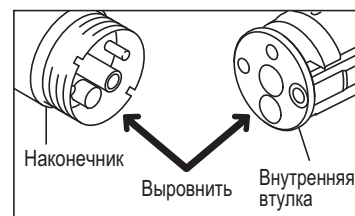

Рис. 11
- 4) Установите внутреннюю втулку обратно в наконечник. Убедитесь в правильном совмещении отверстий. (Рис. 11)